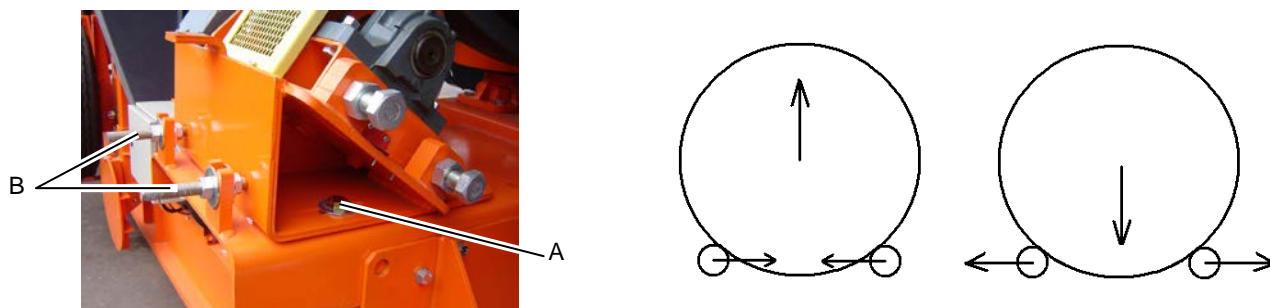

Fig. 21: Ajuste de la altura del secador / Réglage de hauteur du sécheur
- 1º. aflojar los tornillos fijadores del banco, que son cuatro, fig. 21, det. A;
- 2º. regular en los tornillos de regulado la posición del rodillo menor de apoyo deseada (fig. 21 - det. B). Aproximando los rodillos menores el secador subirá y golpeándolos, el secador descenderá (fig. 21);
- 3º. reapretar los tornillos fijadores (fig. 21 - det. A).
- 1º. desserrer les boulons de fixation du bloc, au nombre de quatre, fig. 21, dét. A ;
- 2º. régler la position de la roulette au moyen des boulons de réglage (fig. 21 - dét. B). Rapprocher les roulettes pour lever le sécheur et les écarter pour le baisser, fig. 21;
- 3º. resserrer les boulons de fixation (fig. 21 - dét. A).